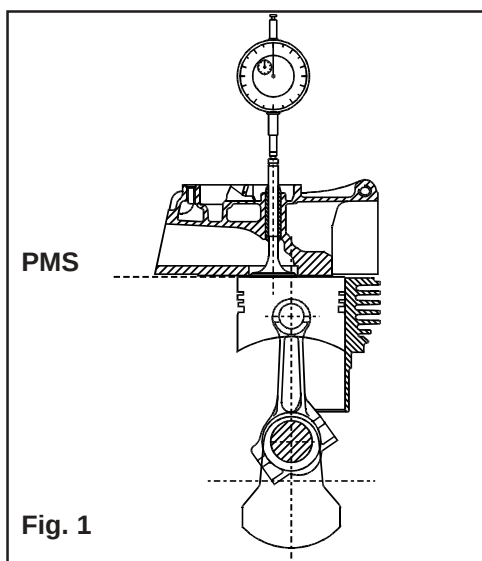

Fig. 1
4. Appoggiare il fungo valvola sul cielo del pistone bilanciato al PMS (fig.1).
5. Posizionare un comparatore montato su piedistallo magnetico o falso iniettore ed azzerarlo sullo stelo valvola (fig.1).